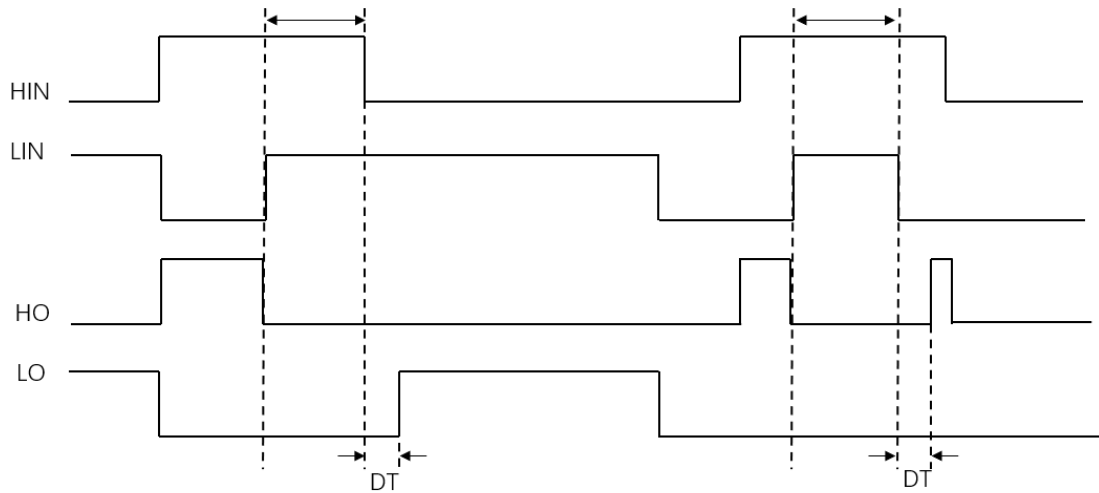

图 2-3 功率管直通保护示意图
芯片内部配备了专门用于防止功率管直通的保护电路，能有效地防止高边和低边输入信号受到共模干扰时造成的功率管损害。图 2-3 功率管直通保护示意图展示了直通保护电路如何保护功率管的过程。功率管直通意味着同一个半桥中的高边栅极驱动器输出 HO 和低边栅极驱动器输出 LO 同时为“高”，这时会有非常大的有害电流同时流过上下边功率管，并伴有较大的功率损耗产生，严重时甚至会直接损坏功率管。如图 2-3 功率管直通保护示意图所示，当同一相的低边输入 LIN 和高边输入 HIN 同时为“高”时，内部保护电路将驱动器输出 HO 和 LO 拉至“低”，有效关断功率管。当其中一个输入信号变为“低”时，驱动器输出需要经过一个死区时间 (DT) 的延时才能输出“高”。该措施避免了有害短输入脉冲造成的功率管开关过度状态，有效地减小损耗，降低功率管损坏的风险。